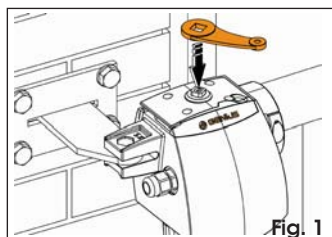

Fig. 1
2. Steek de sleutel voor het manoeuvreren in de speciale holte aan de bovenkant van de aandrijving (Fig. 1).